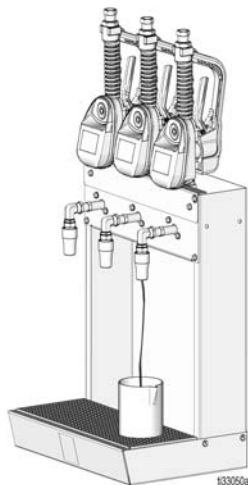

Рис. 18
2. Установите емкость под клапан слива стойки для раздачи масла (Рис. 18). Откройте насадку.
3. Нажмите на курок, чтобы вылить как можно больше жидкости, оставшейся в трубопроводах (Рис. 18).